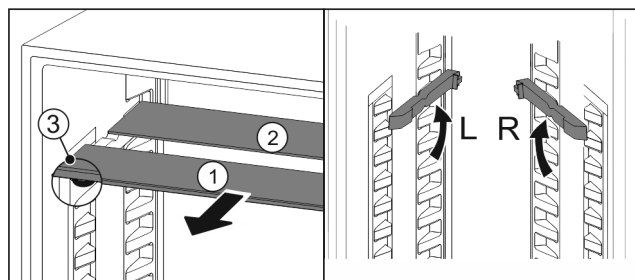

Fig. 187
- Skleněné desky jednotlivě vytáhněte dopředu Fig. 187 (1).
- Skleněná deska Fig. 187 (1) s ozdobnou lištou leží vpředu.
- Zářázky Fig. 187 (3) směřují dolů.